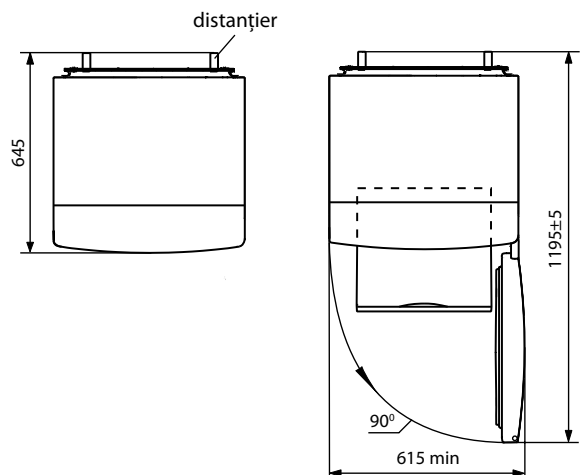

Figura 2 — Frigider (vederea de sus)
1.6 Spațiul total necesar pentru funcționarea frigiderului se determină de dimensiunile, indicate în milimetri în figura 2. Pentru extragerea liberă a componentelor din frigider este necesar de deschis ușa la unghiul nu mai mic de 90°. Pentru a evita deteriorarea, ușile nu trebuie lăsate să se deschidă mai mult de 180°.